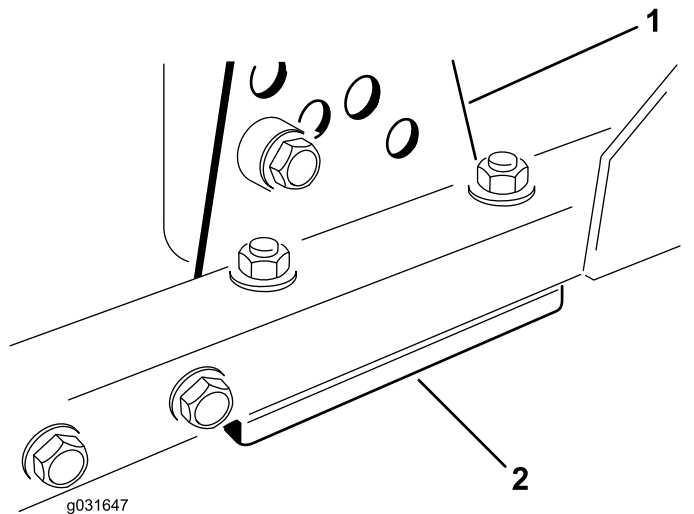

図 70
1. 刈り高ブラケット前、左、右をカッティングユニットのフレームから外す 図 70。
2. カッティングユニットのフレームとブラケットとの間に厚さ 1.5mm または 0.7mm のシム、場合によってはこれらの両方を挿入して、希望する刈り高を達成する 図 70。
3. 余ったシムを刈り高ブラケットの下に入れ、刈り高ブラケットをカッティングユニットのフレームに取り付ける 図 70。